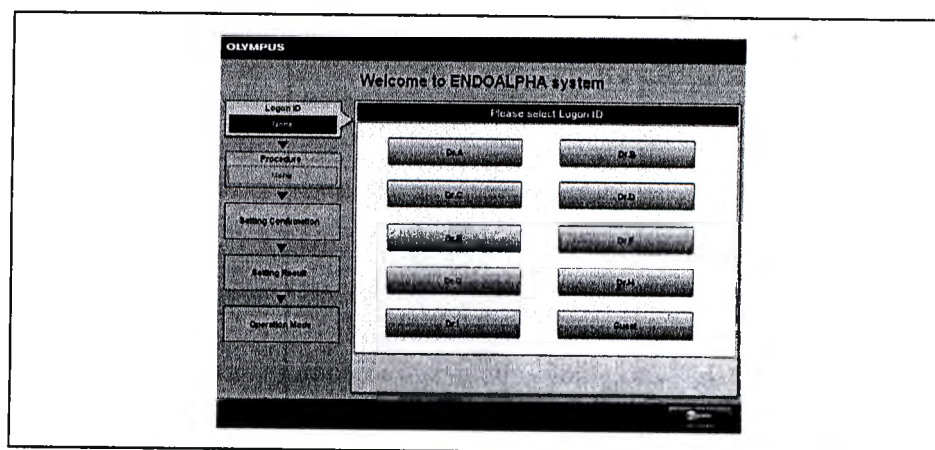

Рисунок 4.1
- 2 После того, как появится главное окно системы, нажмите кнопку выбора категории хирургического устройства (см. рис. 4.1). Удостоверьтесь, что на экране появилось окно Electrosurgical Unit.